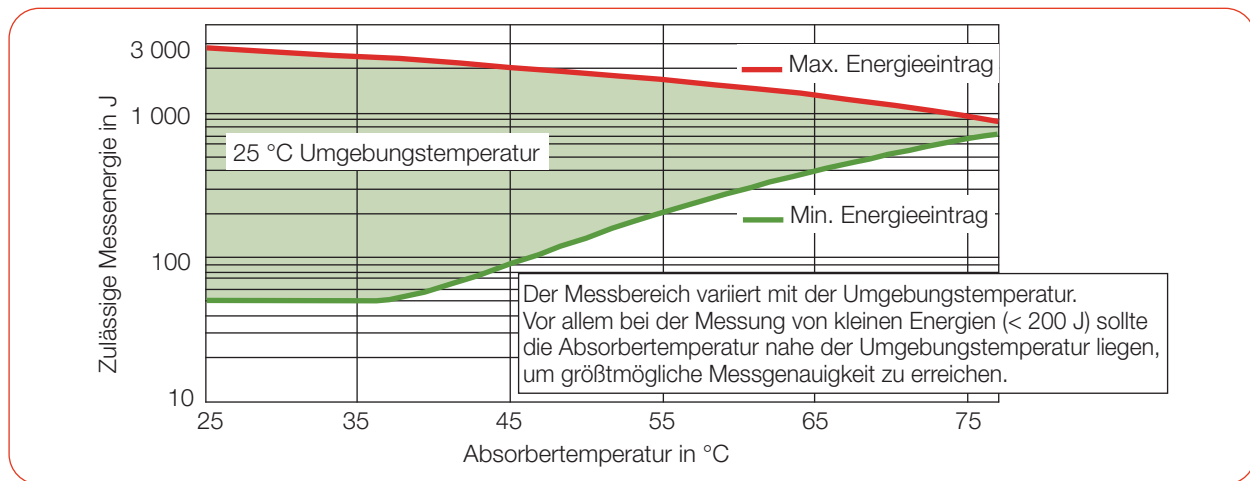

Abb. 9.1: Messbereich in Abhängigkeit von der Absorbtemperatur
Abb. 9.1 zeigt den zulässigen Energieeintrag für eine Messung in Abhängigkeit von der Absorbtemperatur.
Ist die Absorbtemperatur höher als 100 °C sollte keine weitere Messung mehr erfolgen. Bitte warten Sie in diesem Fall solange, bis die Absorbtemperatur auf unter 50 °C gefallen ist (je nach gewähltem Energieeintrag). Die Grenzwerte entnehmen Sie bitte der Abb. 9.1 und der Tab. 9.1.
- ▶ Ist die Absorbtemperatur höher als 100 °C sollte keine weitere Messung mehr erfolgen. Solange warten, bis die Absorbtemperatur auf unter 70 °C gefallen ist. Die Grenzwerte entnehmen Sie bitte der Abb. 9.1 auf Seite 21 und der Tab. 9.1 auf Seite 21.